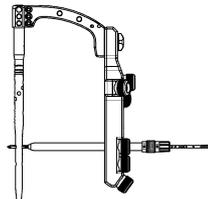

図 8
- 8) TD スリーブガイドにコーティカル SW ドリルスリーブを組み付けたコーティカル SW スリーブを装着し、スリーブのつまみを右回転させてロックします。コーティカル SW ドリルを通し、ネイルのコーティカルスクリューホール全てに干渉しないで通過することを確認します。(図 8)